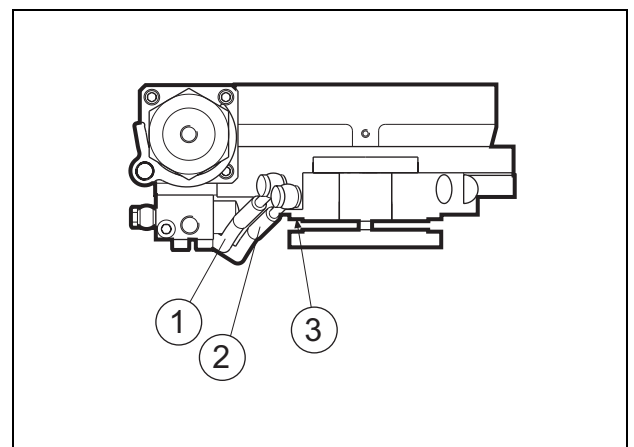

Fig. 28 Remplacement des tuyaux flexibles
Afin d'obtenir la meilleure connexion de tuyau et d'éviter d'endommager les tuyaux, le tuyau flexible de tension (2) doit être assemblé tout contre la bride (3). En outre, maintenir le tuyau flexible de tension (2) tout contre les fentes en retrait dans le dispositif de tensionnage et maintenir le tuyau flexible de lubrification (1) tout contre le tuyau flexible de tension. Voir Fig. 28.